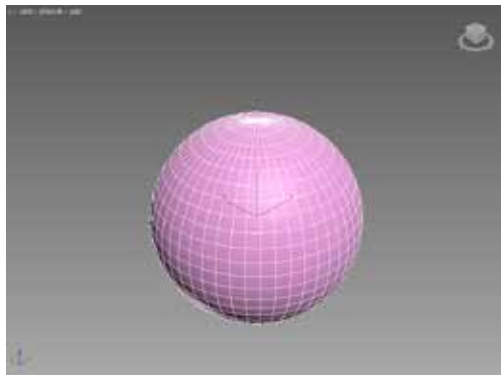

图 2-35 分段效果
STEP 03 在球体“参数”卷展栏中设置“分段”为 50 并按 Enter 键，完成后如图 2-35 所示。